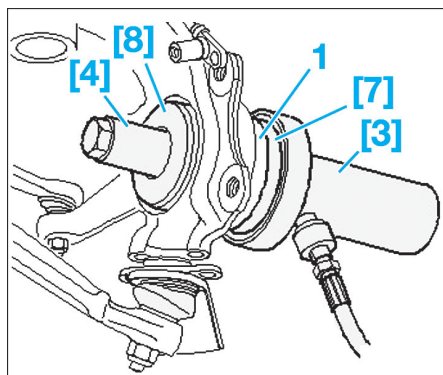

Fig. 30
- Mettre en place le roulement de roue (1), le poussoir [7] (placer le collet dans le roulement) et le cylindre à piston creux [3] avec le pivot tirant sur le pivot (Fig.30).